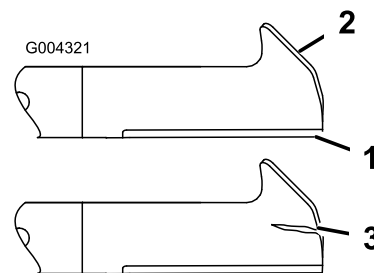

Figure 48
1. Examinez le tranchant des lames (Figure 48). Si elles ne sont pas tranchantes ou si présentent des indentations, déposez et affûtez les lames (voir Affûtage des lames).
2. Inspectez les lames, surtout la partie relevée (Figure 48). Remplacez immédiatement toute lame endommagée, usée ou qui présente une entaille (repère 3 de la Figure 48).